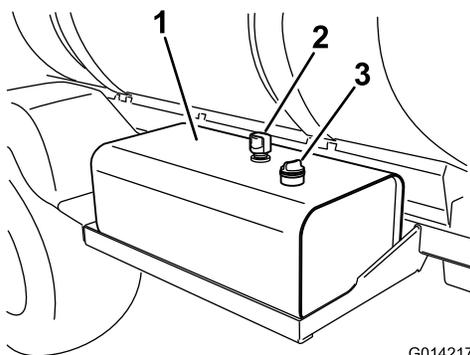

Рисунок 97
2. Очистите зону вокруг крышки гидравлического бака с масломерным щупом и снимите ее (Рисунок 97).